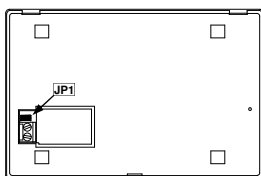
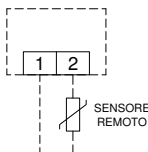

Fig. 4
Fig. 5
2. Inserire correttamente le batterie (rispettando la corretta polarità) nel vano batterie (Fig. 4), non usare pile scariche, usare pile alcaline.
4. Eseguire il collegamento elettrico dell'eventuale sonda remota, facendo passare i fili tramite l'apertura rettangolare della piastra a muro (Fig. 2), seguendo lo schema di collegamento di Fig. 5. Leggere il paragrafo 'CONFIGURAZIONE INSTALLATORE' per l'eventuale rimozione del ponticello JP1 (Fig. 4).